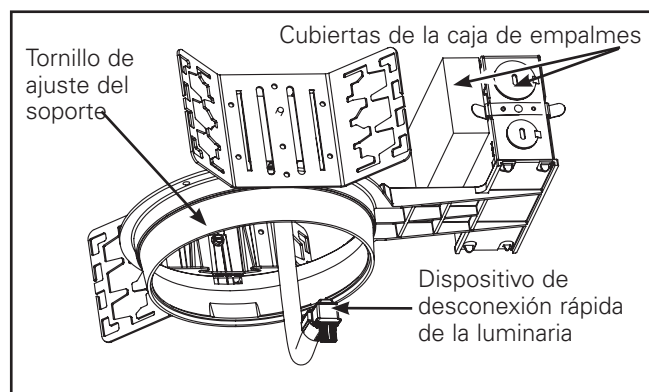
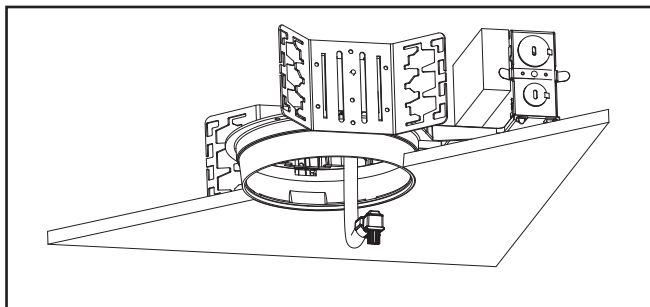

Figura 1.
Figura 2.
1. Tornillo de ajuste del soporte: Ajuste los tornillos de ajuste del soporte (Figura 1.) de modo que la parte inferior del anillo de yeso quede al ras de la línea del techo acabada. (Figura 2.) El soporte del colgante es reversible para permitir un ajuste total de 5".
1. Coloque el extremo del conducto flexible a través de la apertura del marco en el techo tal que quede expuesta la parte superior del dispositivo de desconexión rápida (Figura 2.).
Para la instalación del marco (Figura 2.).